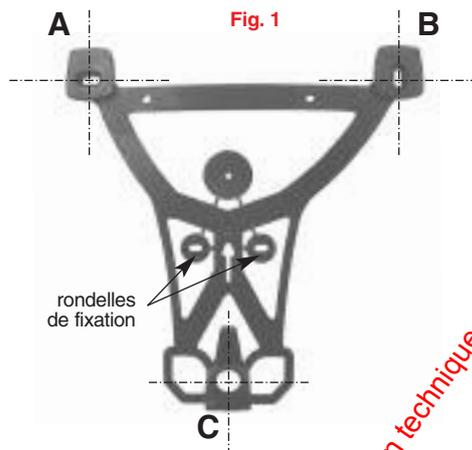

Fig. 3
- ② Insérer une des 2 rondelles de fixation dans l'orifice **C**.
- ③ Raccorder les sorties (cf. § Raccordement des sorties relais).
- ④ Raccorder la centrale au réseau téléphonique (cf. § Raccordement à la ligne téléphonique).
- ⑤ Placer la centrale sur les 2 crochets du gabarit de fixation (cf. **Fig. 2**) et utiliser les encoches de passage de câble pour guider le câble téléphonique vers l'extérieur de la centrale (cf. vue de dos de la centrale **Fig. 3**).